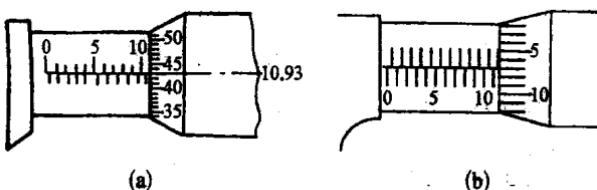

图 1-15 千分尺的读数方法
- ② 将工件被测表面擦干净,以保证测量准确。
- ③ 用单手或双手握千分尺对工件进行测量,一般先转动活动套筒,当千分尺的测量面刚接触到工件表面时改用棘轮,当听到测力控制装置发出“嗒嗒”声,停止转动。
(3) 读数方法 要先看清内套筒(即固定套筒)上露出的刻线,读出毫米数和半毫米数。然后再看清外套筒(活动套筒)的刻线和内套筒基准线所对齐的数值(每格为  $0.01\text{mm}$ ),将两个读数相加,其结果就是测量值。如图 1-15(a)、(b)中测量结果分别为  $10.93\text{ mm}$ 、 $11.57\text{ mm}$ 。